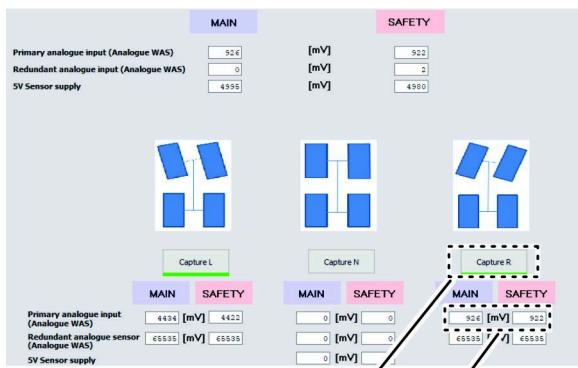

Figura 149
- Haga clic en el ícono CAPTURA DER (Figura 149).